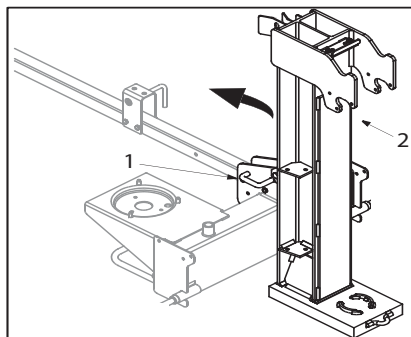

Fig.6
- Extrayez le verrouillage vertical (1) de la colonne, tournez-le vers l'arrière puis basculez la colonne à l'horizontale jusqu'à ce qu'elle encrante. Figure 6